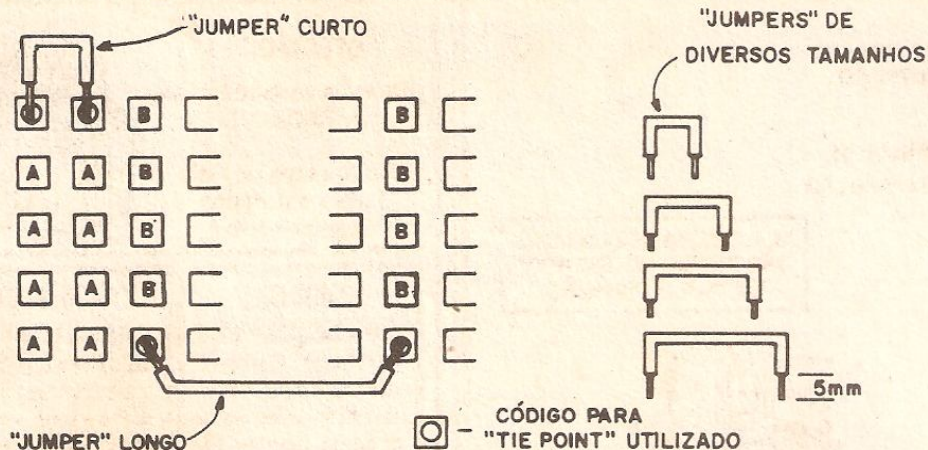

Fig.6
**FIG. 6 - OS (INEVITÁVEIS...) JUMPERS...** - O espaçamento entre "filas" e entre "colunas" dos tie points de uma Matriz de Contatos é universalmente padronizado, de modo a "aceitar" bem, mecanicamente, a distância normal, entre terminais, da maioria dos componentes eletrônicos (1/10 de polegada, ou aproximadamente 2,54 mm). Então, "enfiar" componentes na Matriz é relativamente fácil... Entretanto, a quase totalidade das implementações de circuitos ou projetos sobre o módulo exigirá também a utilização de jumpers (meros pedaços de fio rígido, interligando tie points de diferentes colunas ou conjuntos de contatos...). É fácil perceber a razão disso: se, no exemplo de interconexão da fig. 5, ao invés de apenas 3 componentes, tivéssemos 6, os 5 tie points de uma única coluna se-